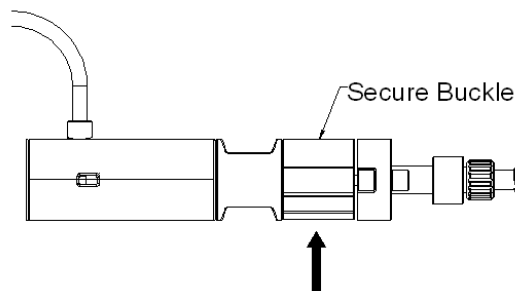

Fig. 6 Retirar la hebilla de seguridad
5.11 Retirar la hebilla de seguridad del mango del sistema de liberación (Fig. 6)